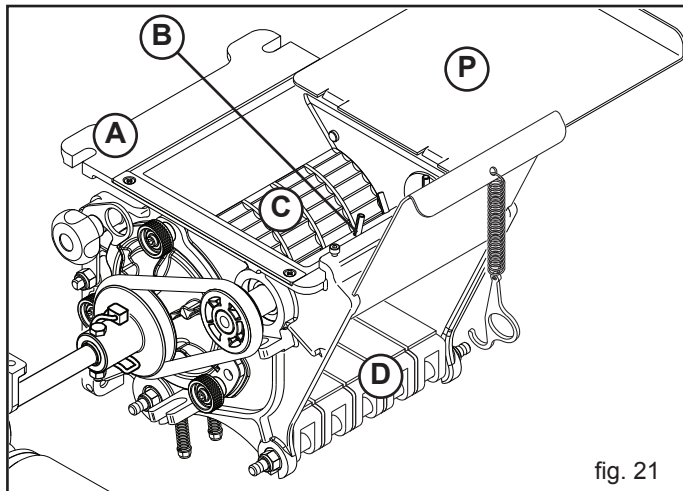

fig. 21
Der Dosierer (Abb. 21) ist die wichtigste Vorrichtung für den Betrieb der Sämaschine und ist unter dem Saatgutbehälter (Düngerbehälter) angebracht.
B) **Trichter mit Saatgut:** Die mobile Abdeckung (P, Abb. 21) verwenden, um die Saatgutversorgung des Trichters zu unterbinden. Anschließend die Dosierkammer leeren.
**WICHTIG:** Vor dem Beginn der Aussaat die Abdeckung (P, Abb. 21) öffnen, um die Saatgutversorgung zu ermöglichen.